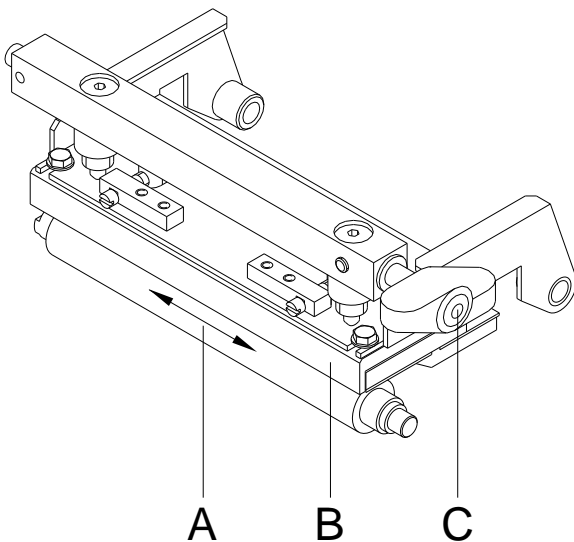

Abbildung 13
2. Andruckhebel (A, in Abbildung 13) gegen den Uhrzeigersinn drehen, um den Druckkopf zu entriegeln.